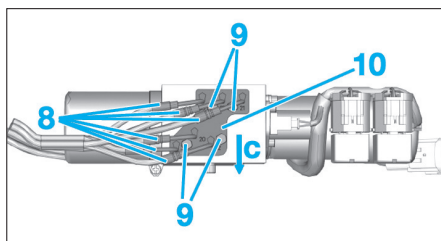

Fig. 104
- Dégager les plaques de verrouillage (6) suivant "b".
- Désaccoupler les embouts des tuyaux hydrauliques (5).
- Déposer les plaques de verrouillage (6).
- Déposer les vis de fixation (9) (Fig.104).